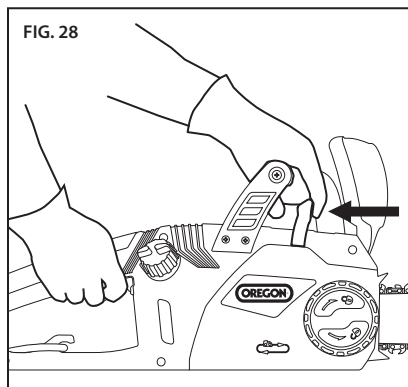

FIG. 28
- Une fois la tronçonneuse fonctionnant à plein régime, soulevez légèrement le levier PowerSharp® pendant 3 à 5 secondes (Fig. 28). Vous verrez des étincelles lorsque les gouges entreront en contact avec la pierre d'affûtage.